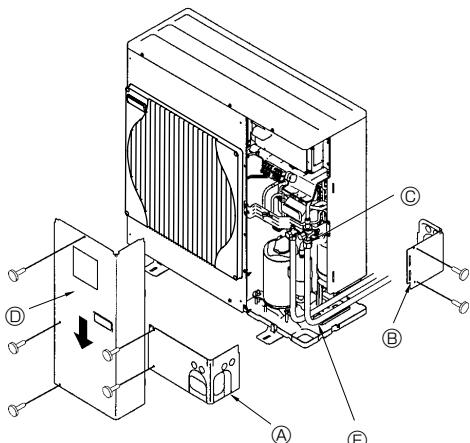

Fig. 4-3
4.3. Tubagem do refrigerante (Fig. 4-3)
- ① Execute as ligações da tubagem de refrigerante para a unidade interior/exterior quando a válvula de paragem da unidade exterior estiver completamente fechada.
- ② Purge o ar da unidade interior e da tubagem de ligação.
- ③ Após ter efectuado a ligação dos tubos de refrigerante, verifique se não existem fugas de gás nos tubos ligados e na unidade interior. (Consulte 4.4. Teste de vedação ao ar do tubo de refrigerante.)
- ④ Na porta de serviço das válvulas de retenção, utiliza-se uma bomba de vácuo de elevado desempenho para manter o vácuo durante o tempo necessário (pelo menos uma hora depois de atingir -101 kPa (5 Torr)), de forma a efectuar a secagem por vácuo do interior da tubagem. Verifique sempre o nível de vácuo no manômetro do colector. Se se verificar a existência de humidade na tubagem, o nível de vácuo por vezes não é atingido na aplicação de vácuo de curta duração.